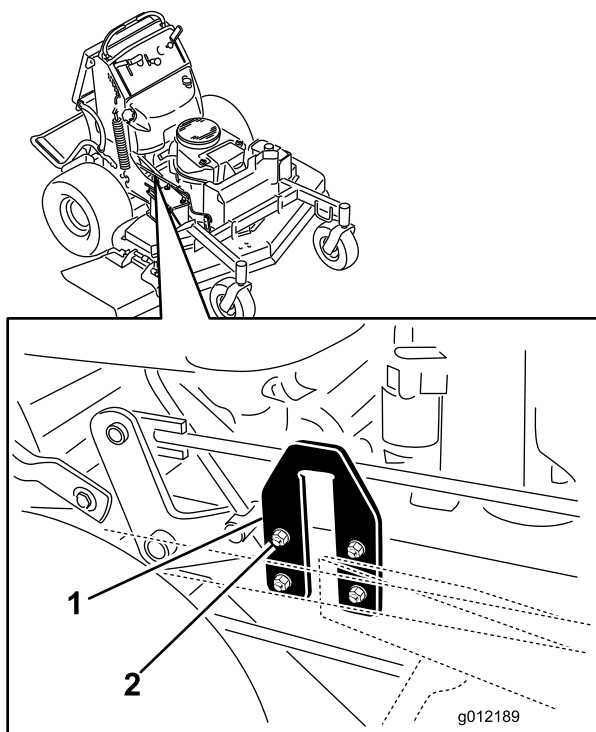

Figure 84
2. Localisez les plaques en U sur le côté du plancher moteur (Figure 84).
3. Desserrez un côté de la plaque en U et montez ou abaissez la plaque pour réduire la différence entre les valeurs mesurées en **B** et **C** à 6 mm maximum (Figure 84).